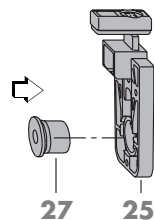
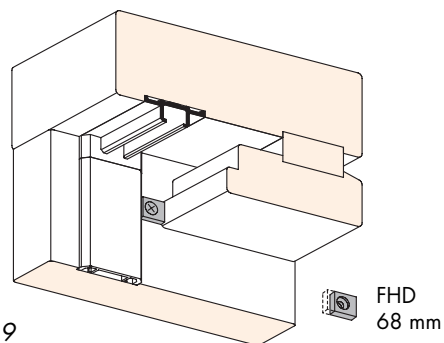
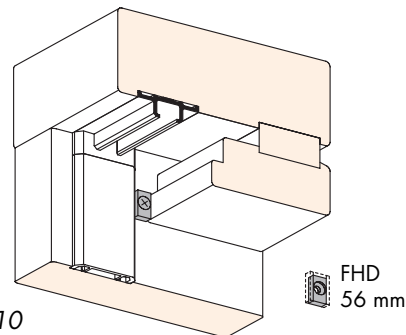
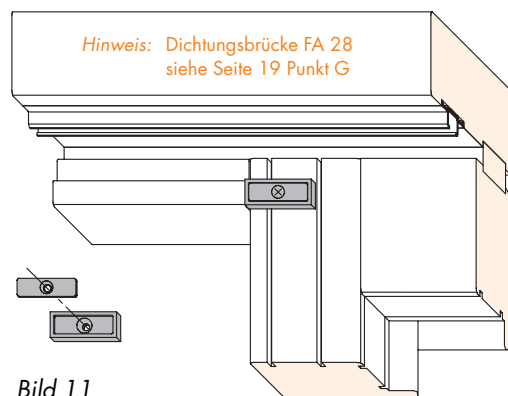

Bild 6
Bild 9
Bild 10
Bild 11
- Anschlag (27) in Führung, oben hinten (25) eindrücken (Bild 6).
- D** Einbau der Dichtungsschiene B (38).
- Dichtungsschiene B (38) ablängen (Bild 6).
- Dichtungsschiene B (38) einsetzen und anschrauben.
- Füllstück, oben (23) je nach Schieberichtung DIN links oder DIN rechts anpassen (Bild 6) und einsetzen.
- E** Einbau des Dichtteil, oben (13).
- Dichtteil, oben (13) entsprechend Flügelholzdicke 68mm (Bild 9) oder 56 mm (Bild 10) anschrauben .
- F** Einbau des Dichtungsteil FA 10 mm (15).
- Bei 10 mm Flügelabstand Dichtungsteil FA 10 mm (15) einsetzen und mit Anschraubblech FA 10 mm (16) befestigen (Bild 11).
- G** Einbau des Dichtungsblockes (12).
- Bei Flügelholzdicken/Flügelabstand 56/10, 56/28 oder 68/10 Dichtungsblock (12) an den entsprechenden Trennstellen abschneiden (Bild 9).
- Dichtungsblock (12) einlegen und versiegeln oder einkleben.